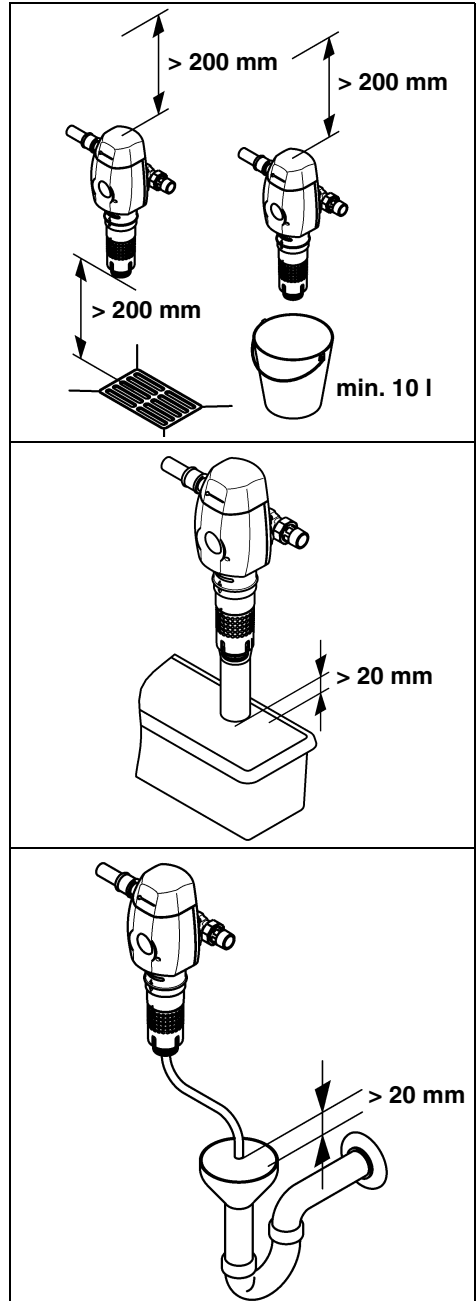

Abb. 6: Ableitungsmöglichkeiten für das Rückspülwasser
Für das Rückspülwasser muss ein ausreichend dimensionierter Abwasseranschluss (z. B. Bodenablauf) nach DIN 1986 vorhanden sein. Falls kein Abwasseranschluss vorliegt kann ein Eimer mit entsprechender Größe verwendet werden (siehe Abb. 6).
- Wenn der Eimer zur Hälfte gefüllt ist, muss der Rückspülvorgang beendet werden. Andernfalls besteht die Möglichkeit, dass der Eimer überläuft. Deshalb muss der Eimer ausreichend dimensioniert sein und die Rückspülung zügig durchgeführt werden (siehe Abb. 6).